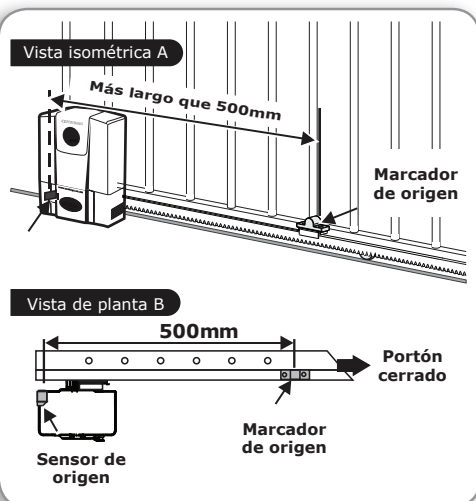

FIGURA 31
2. Montar el marcador de origen en la cremallera a una distancia no menor de 500mm desde el sensor de origen. Consulte la Figura 31, vista isométrica A, o vista de planta B.